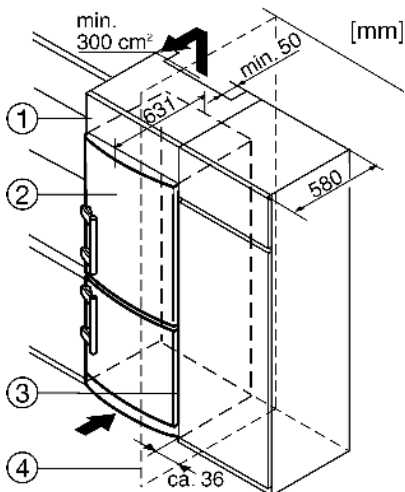

Fig. 9
- (1) Élément haut
(2) Appareil
(3) Placard de cuisine
(4) Mur
L'appareil peut être entouré de meubles de cuisine. Pour adapter l'appareil *Fig. 9 (2)* à la hauteur des placards de la cuisine intégrée, on peut placer un élément haut *Fig. 9 (1)* au-dessus de l'appareil.
Lors de la transformation avec des placards de cuisine normalisés (profond. max. 580 mm) l'appareil peut être placé directement à côté du placard *Fig. 9 (3)*. La porte de l'appareil saillit latéralement de 34 mm et au milieu de l'appareil de 50 mm par rapport à la face avant du placard de cuisine. Ainsi, elle se laisse ouvrir et fermer sans problèmes.
Si l'appareil est installé avec les charnières à côté d'un mur *Fig. 9 (4)*, la distance entre l'appareil et le mur doit être de 36 mm min. Ceci correspond à la saillie de la poignée lorsque la porte est ouverte.